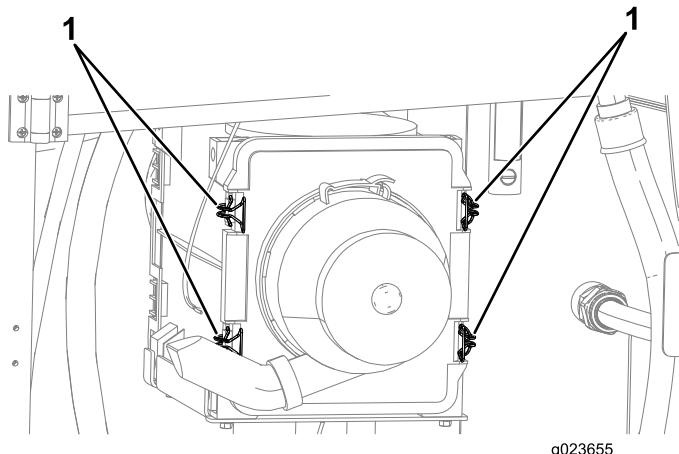

Figura 85
- Tire hacia fuera de los 4 cierres de la tapa del limpiador de aire (Figura 85).
- Empuje la tapa del limpiador de aire hacia dentro hasta que quede correctamente asentada, y sujetela con los cierres (Figura 85).